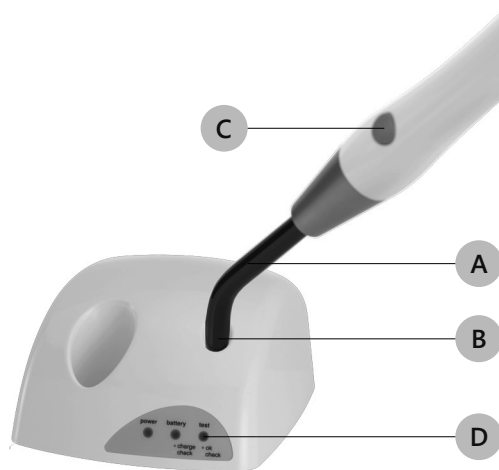

Figura 8 – Medición de la intensidad luminosa
1. Apoyar la fibra óptica (Figura 8 en página 18 - Ref. A) en plano, sin presionar, directamente en la superficie del sensor de intensidad (Figura 8 en página 18 - Ref. B);
2. Encender la lámpara presionando el botón on/off (Figura 8 en página 18 - Ref. C).
El LED prueba (Figura 8 en página 18 - Ref. D) indicará el flujo luminoso útil medido: